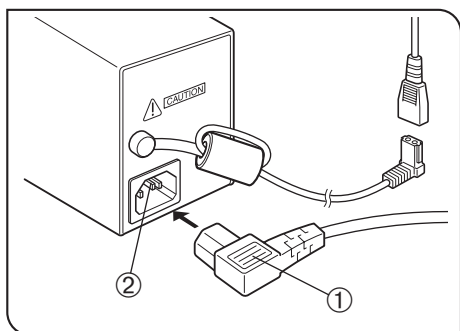

Рис. 54
Пользование блоком питания TL4 (рис. 54)
1. Прочно вставьте соединитель ① шнура питания в входное гнездо ② блока TL4 (рис. 54).